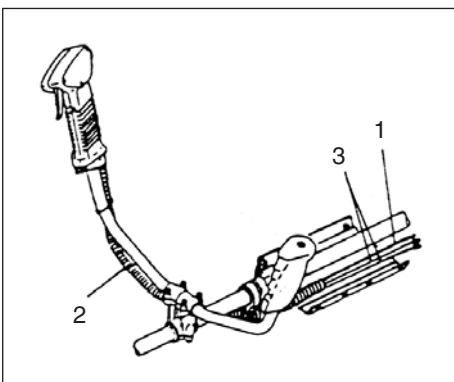

Fig. 1-3
De la válvula de admisión Puso la parada cuerdas (3) y alambre de válvula de admisión (1) por la protección tube(2). Entonces desenganche la almohadilla de cadera y envuelva las cuerdas protegidas de la parada y alambre de válvula de admisión (1) consigo (Fig.1-3)